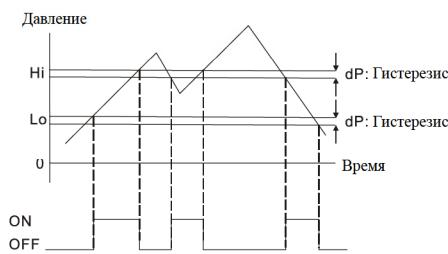

Рис. 3: Интервальный режим работы выхода
3. **Интервальный режим.** При заданных порогах давления Hi/Lo, когда измеренное давление будет находиться в интервале между нижним (Lo) и верхним (Hi) порогами, выход будет включен, а когда давление будет меньше Lo или больше Hi, выход будет выключен. (См. рис.3.)